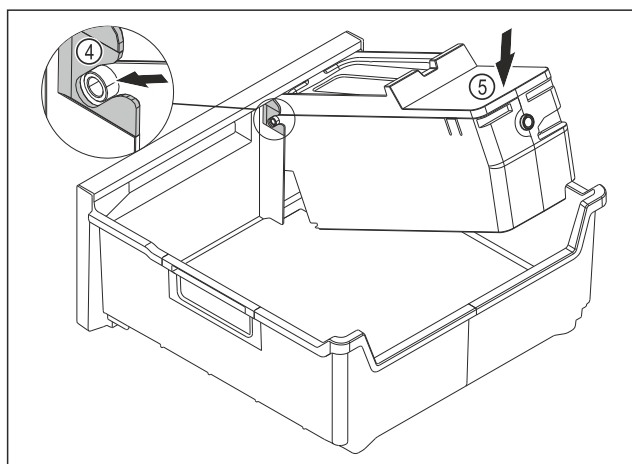

Fig. 201
- Izvadite tijelo sustava EasyTwist-Ice: Umetnite osovine tijela sustava EasyTwist-Ice u vodilice Fig. 201 (4).
- Pritisnite tijelo sustava EasyTwist-Ice Fig. 201 (5) otraga prema dolje.